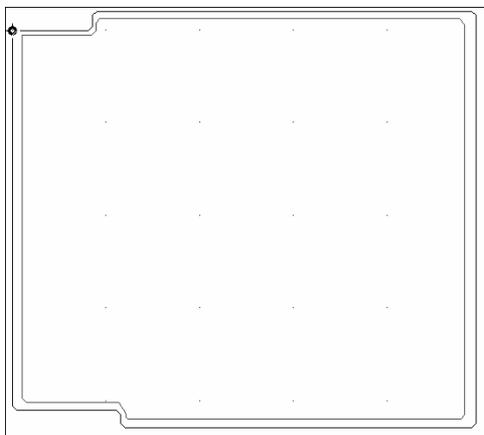
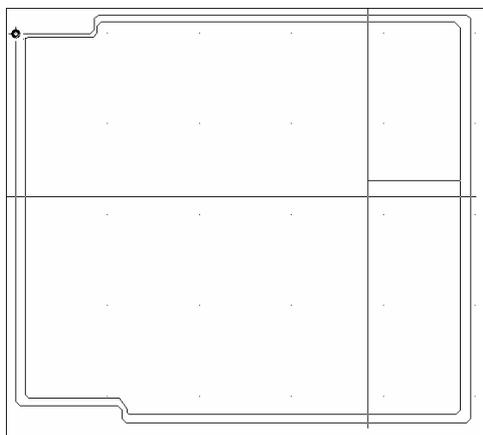

图 12-18 平面层边框
图 12-19 开始分割平面层
(1) 单击工具栏中的图标按钮，进入绘图工具栏。先切换到平面层，单击图标按钮，进入平面层边框的绘制模式。
(2) 单击鼠标右键，在弹出的快捷菜单中选择“多边形”命令。
(3) 按照电路板边框形状绘制平面层边框，如图 12-18 所示。
(4) 根据需要单击绘图工具栏中的图标按钮，进入平面层的分割模式。
(5) 如图 12-19 所示，单击平面层边框的某一点，作为分割的起始点。